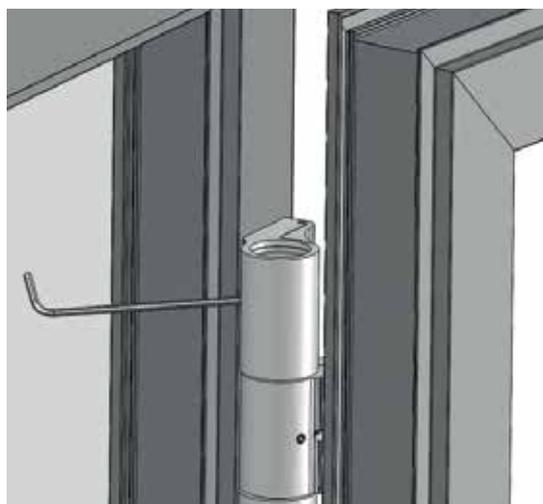

Рис. 31
19.5 Закрепить крышки рамных полупетель имбусовым ключом 3 мм (Рис. 31).